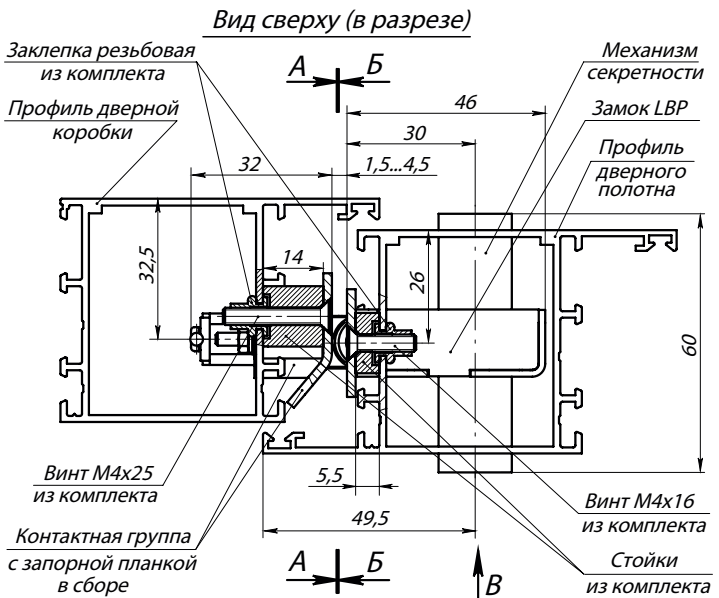

Рис. 3. Замок с контактной группой PERCo- BP2 в сборе (виды А, Б и В изображены на установочных шаблонах)
- профили дверного полотна AGS68_6863, AGS50_5213 и профили дверной коробки: AGS68_6864, AGS50_5215 (ООО «Агрисовгаз»), или аналогичные им по своему сечению (см. рис. 3).
4. Для замка с запорной планкой PERCo-BP2. Установите замок (1) в заранее подготовленный паз в профиле дверного полотна. Подложите под точки крепления замка стойки из комплекта поставки, после чего закрепите замок винтами M4x16 (5) (см. рис. 3).